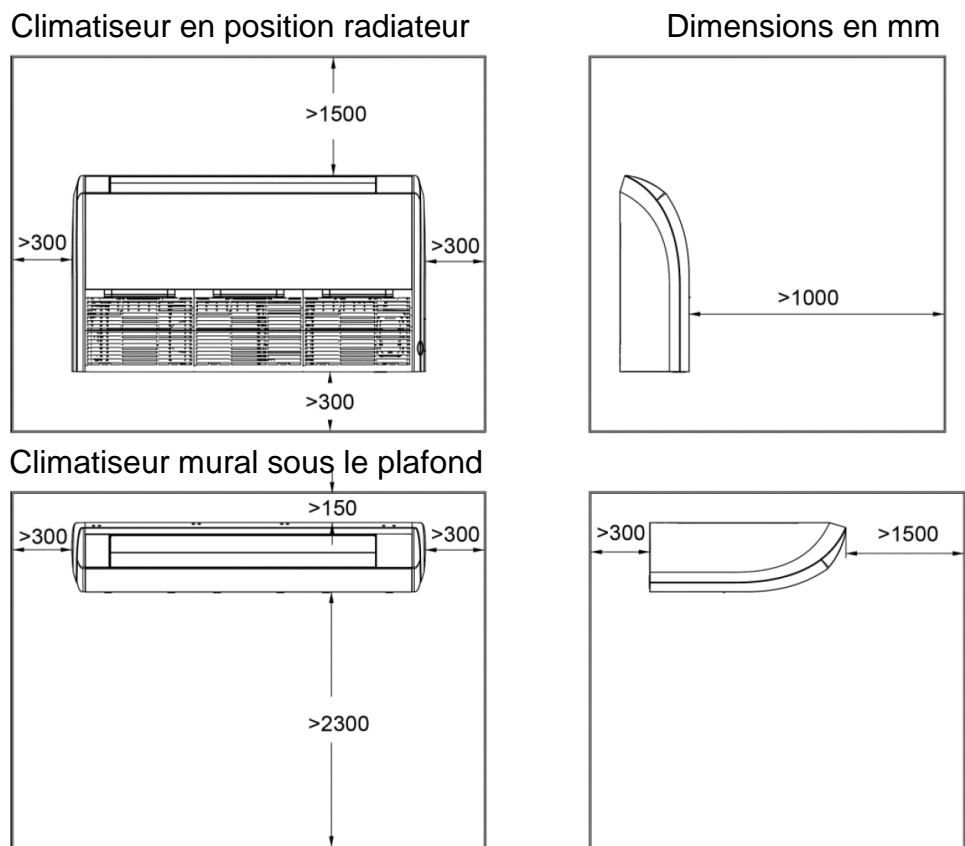

Fig. 2
3. Laisser de la place libre autour de l'unité pour les opérations de l'entretien, comme indiqué dans la figure 2.